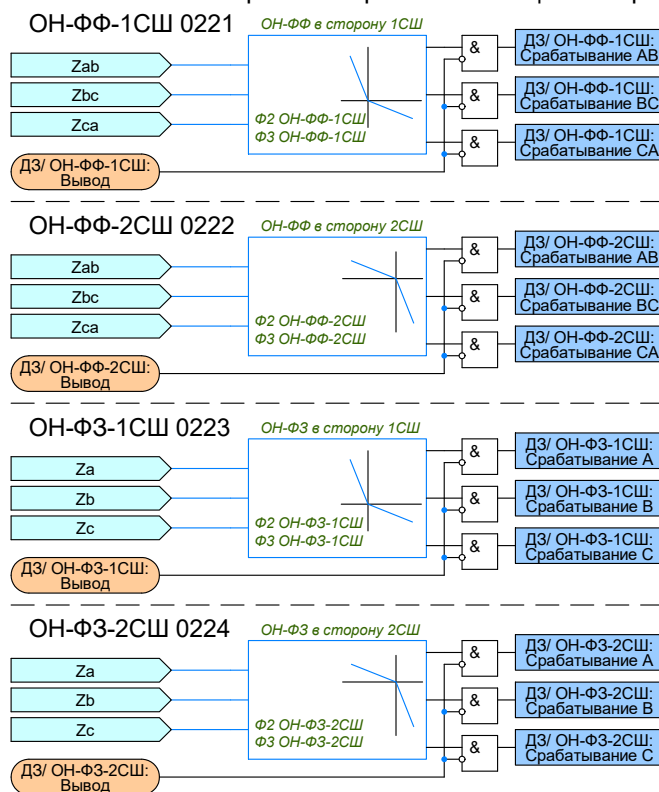

Рисунок 2.3 – Функциональная схема логики отстройки от нагрузочного режима для контуров ФФ и ФЗ
2.2.1.13 Выполнение функций направленного РС обеспечивается совместным использованием ненаправленного РС и органов направленности (ОН). Орган направленности представляет собой два отрезка, исходящие из начала координат и расположенные во втором и четвертом квадрантах. Вид характеристики (см. рис. 2.3) определяется углами  $\varphi_2$  и  $\varphi_3$  наклона этих отрезков, отсчитываемых относительно оси  $R$ . Уставки органов направленности являются общими для всех ступеней, задаются отдельно для контуров «фаза-фаза» (с помощью уставок «Ф2 ОН-ФФ» и «Ф3 ОН-ФФ») и «фаза-земля» (с помощью уставок «Ф2 ОН-ФЗ» и «Ф3 ОН-ФЗ»).